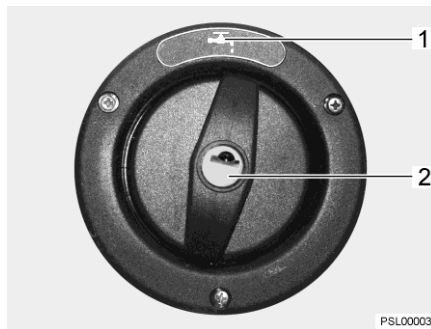

Fig. 115 Couvercle de fermeture pour bec de remplissage d'eau potable
Le bec de remplissage d'eau potable est désigné par le symbole "☰" (Fig. 115,1). Le couvercle de fermeture est ouvert et verrouillé à l'aide de la clé pour les serrures extérieures.
- Insérer la clé dans le barillet (Fig. 115,2) et la tourner d'un quart de tour dans le sens inverse des aiguilles d'une montre.
- Ouvrir le bec de remplissage d'eau potable (Fig. 115).